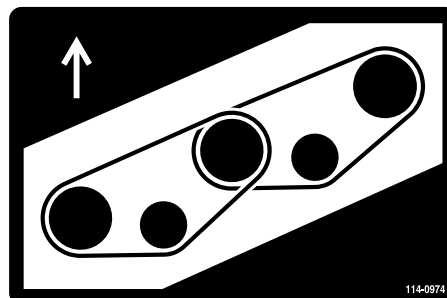
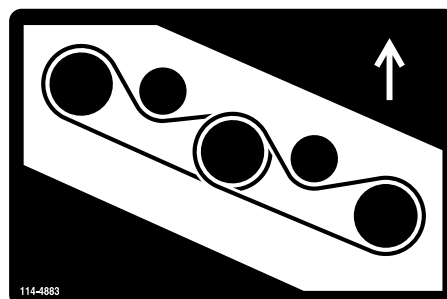

Bild 86
Bild 87
- Verlegen Sie den neuen Riemen um die Spindelscheiben und die Spannscheiben, siehe Bild 86 und Bild 87.